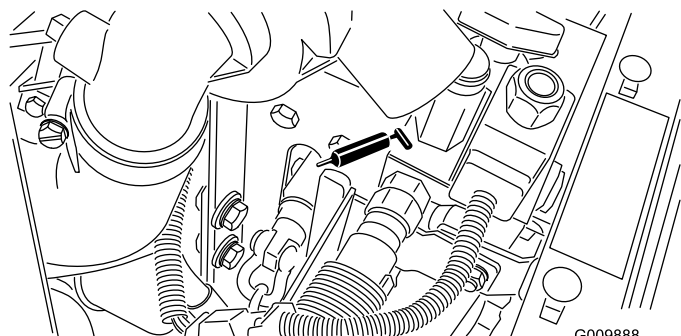

Figura 43
- Dispositivo de centrado de punto muerto (Figura 43)